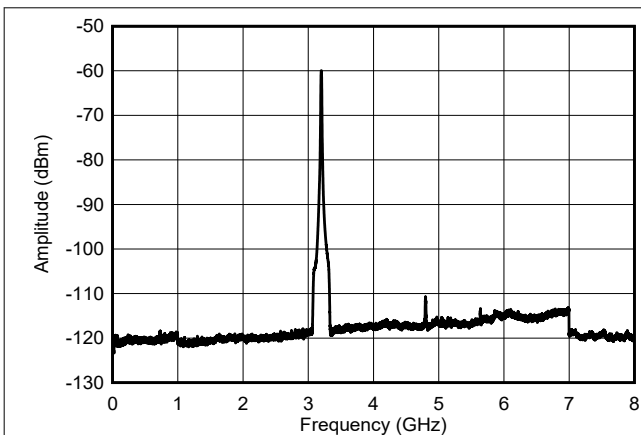
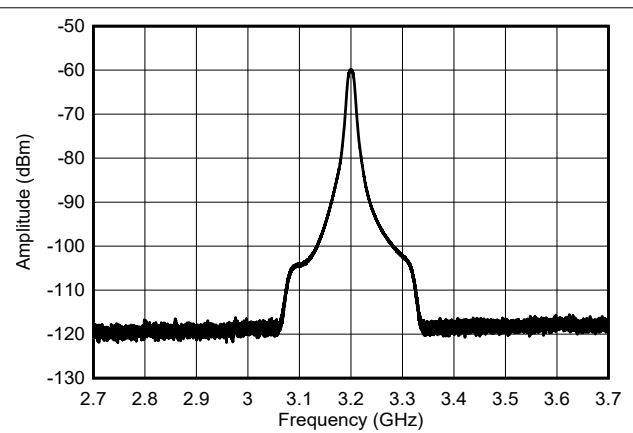
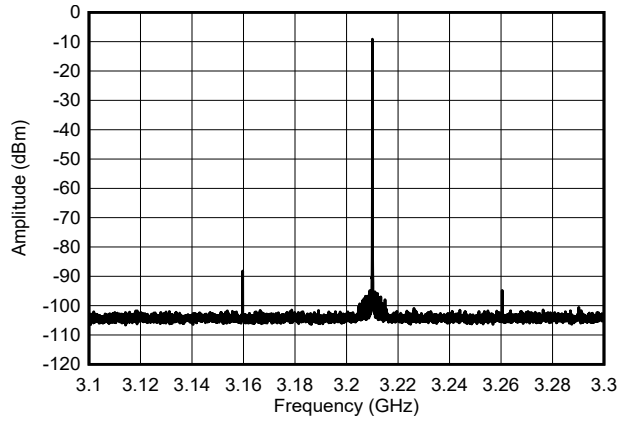

図 9-17. 0 ~ 8GHz における NLFM チャープ出力スペクトル
図 9-18. 1GHz における NLFM チャープ出力スペクトル
図 9-19.  $f_{OUT} = 3.211\text{GHz}$  での帯域内単一トーンの周波数スペクトル
3.2GHz における NLFM チャープの出力スペクトルは図 9-17 に示されています。最大のスプリアスは 4.8GHz に現れる デューティ サイクル イメージであり、50dB 抑圧されています。図 9-18 に、3.2GHz を中心とする 1GHz スパンを示し ます。補間フィルタは、出力スペクトルを 3.2GHz における 250MHz 幅の帯域内に収めます。200MHz のスペクトル純度 は、図 9-19 にフルスケールのトーンで示されています。最大のスプリアスは、3.16GHz における約 80dBc の成分であり、これは 4 次高調波 (1 次ナイキストゾーンに折り返されたもの) です。また、6 次高調波は約 86dBc です。